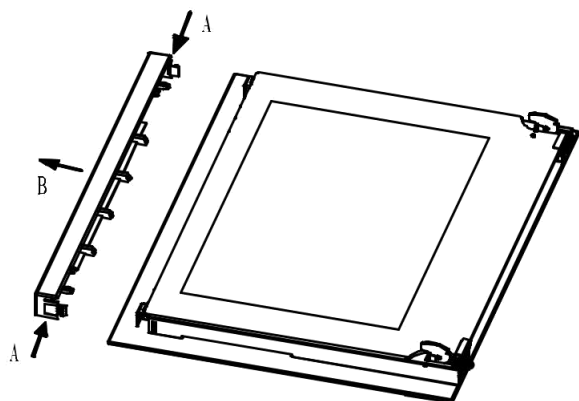

Рис.1
1. Нажмите на кнопку на левой и правой частях дверцы, извлеките верхнюю планку (Рис.1)